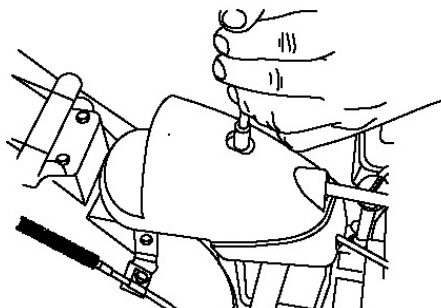

Рисунок 47
1. Снимите крепеж с крышки редуктора (Рис. 47), поднимите переднюю часть крышки вверх, подвиньте ее назад и снимите.